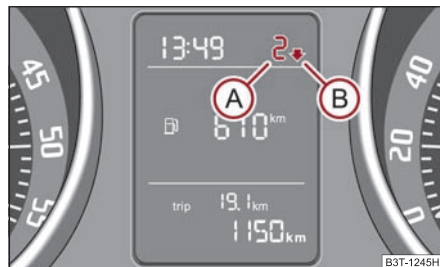

Fig. 136 Recomendación del cambio para cambio de marcha
En el modelo Superb GreenLine la marcha conectada actual (A) se indica en la pantalla del cuadro de instrumentos ⇒ fig. 136.